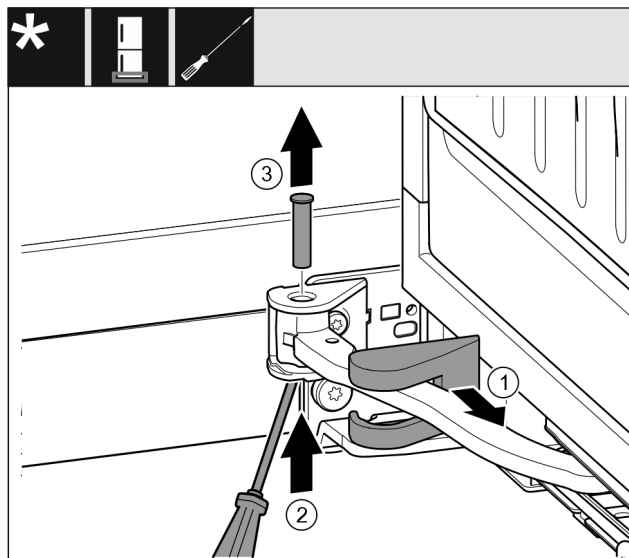

Fig. 15
- ▶ Desprindeți capacul suportului de lagăr Fig. 15 (1) și deplasați-l de-a lungul articulației.
- ▶ Ridicați de jos boltul Fig. 15 (2) cu șurubelnița.
- ▶ Extrageți de sus boltul Fig. 15 (3).